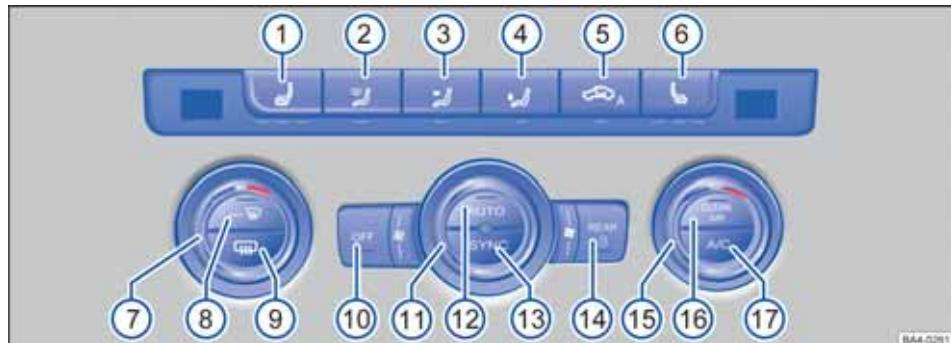

图 190 中控台上：自动空调的操作元件
- 按压②至④中的某个按钮⇒图 190，或者旋转鼓风机挡位调节开关⑪即可关闭自动运行模式。按钮[AUTO]中的指示灯随即熄灭。
- 按压按钮 ⇒ 图 190⑤，即可打开空气内循环模式。按钮上的指示灯随即亮起。
在空气内循环模式下，如果制冷装置已关闭，则不会对吸入的空气除湿。为了避免挡风玻璃上产生水雾，建议按下按钮 ⑯ ⇒ 图 190，打开制冷装置。按钮上的指示灯随即亮起。